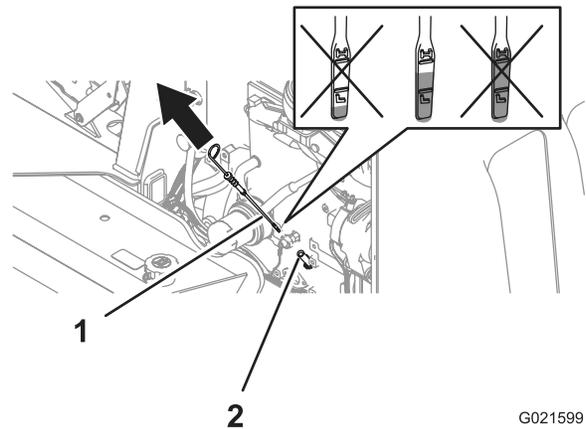

Figura 42
4. Retire la varilla y límpiela con un paño limpio (Figura 42).
5. Introduzca la varilla en el tubo, retire la varilla de nuevo y compruebe el nivel de aceite en la varilla (Figura 42).